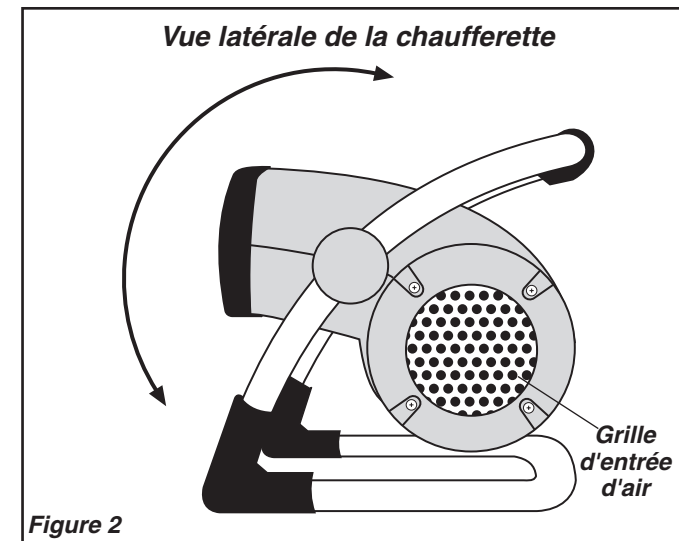

Figure 2
- Déplacer le **bouton de puissance** au réglage de chaleur désiré. Chaleur élevée (1500 W) est représenté par le (2) et chaleur faible (900W) par le (1).
- Pour ajuster l'angle du débit d'air de la chaufferette, pivoter le châssis de la chaufferette vers l'avant ou vers l'arrière pour la position désirée. (Figure 2)
- Pour débrancher la chaufferette, tourner le **bouton de puissance** à la position "Éteinte" (0), puis débrancher la fiche de la prise de courant.